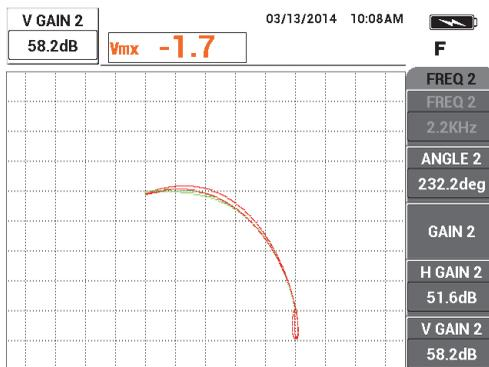

Рис. 5-126 Настройка вертикальной амплитуды сигнала частоты 2
16. Снова нажмите клавишу **GAIN (dB)** и увеличьте вертикальную амплитуду сигнала частоты 2 (красн.) так, чтобы она находилась на 4 деления выше нулевой точки (см. Рис. 5-126 на стр. 229).